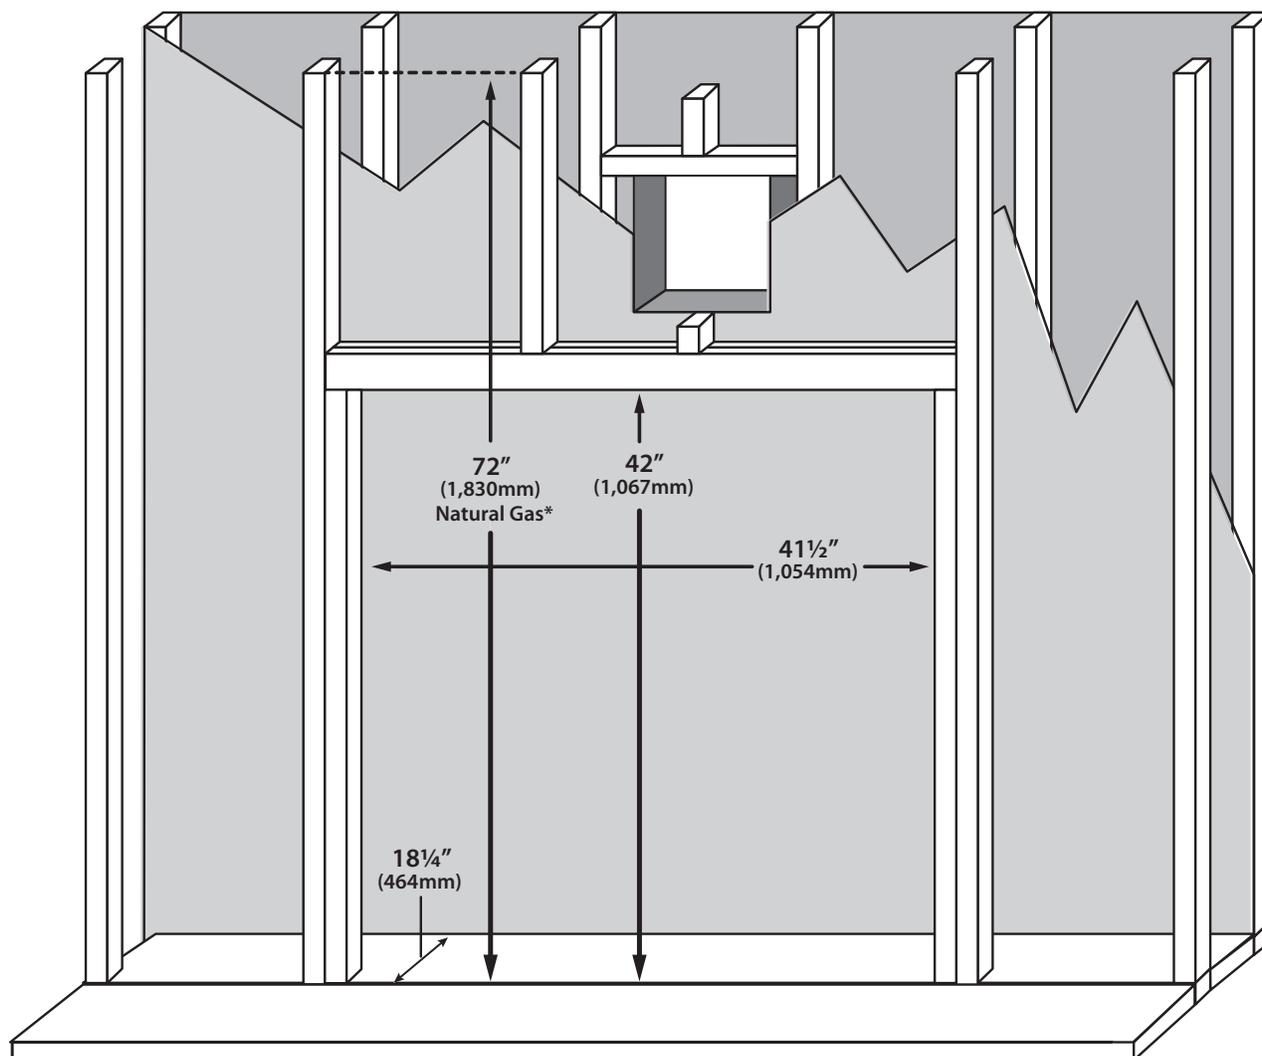

Figure 21: G39 Encadrement Minimum
6. Retirez les deux vis T-20 fixant le plateau du brûleur avant (voir Figure 21). Faites glisser la casserole vers la gauche et retirez-la. Remonter dans l'ordre inverse.
L'emplacement de la cheminée peut être surélevé, au niveau du sol ou installé dans un coin. Il y a des mesures d'encadrement minimales pour chaque situation. L'ouverture brute de base doit avoir les dimensions suivantes (voir Figure 21). Le foyer doit être placé sur une surface solide et plane.